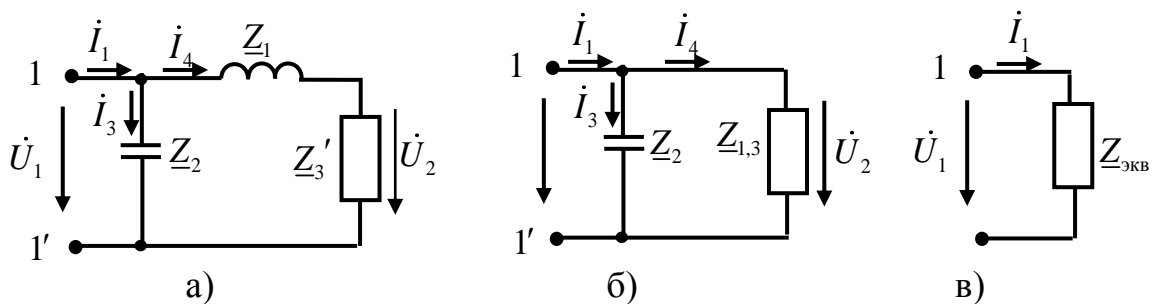

Рис. 7 – Преобразование схемы
Проведем преобразование схемы, заменяя участки с последовательно-параллельным соединением элементов (рис. 7).
1. \underline{Z}_3 и \underline{Z}_H соединены параллельно. Их эквивалентное сопротивление \underline{Z}'_3 (рис. 7,а).
2. \underline{Z}_1 и \underline{Z}'_3 соединены последовательно (рис. 7,а). Сложим их и получим сопротивление $\underline{Z}_{1,3}$ (рис. 7,б).
3. При дальнейшем преобразовании объединяются параллельно соединенные сопротивления \underline{Z}_2 и $\underline{Z}_{1,3}$ и получается схема с одним эквивалентным сопротивлением $\underline{Z}_{\text{экв}}$ (рис. 7,в).